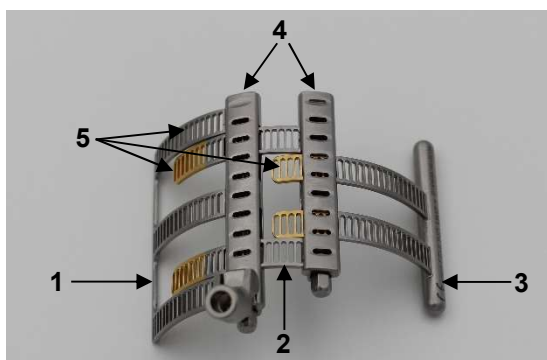

Abb. 12a: Treede Maxposition Blatt (MMZ-7)
Abbildung 12a zeigt das Treede Maxposition Blatt, welches sich aus drei unterschiedlich großen Elementen zusammensetzt. Es besteht aus einem Basiselement (1), einem primären Element (2) und einem sekundären Element (3) (Abb. 12b).